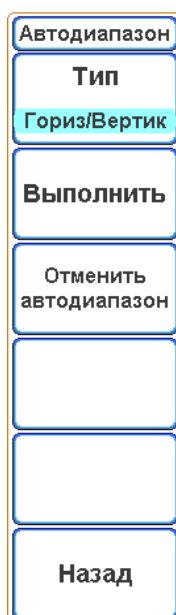

Рисунок 6.32 – Экранное меню «Автодиапазон»
- нажать кнопку «Выполнить», чтобы провести автоматическую настройку включенных входных каналов и уровня синхронизации (синхронизация будет переключена на тип «По фронту», полярность « \neg ») (рисунок 6.32);